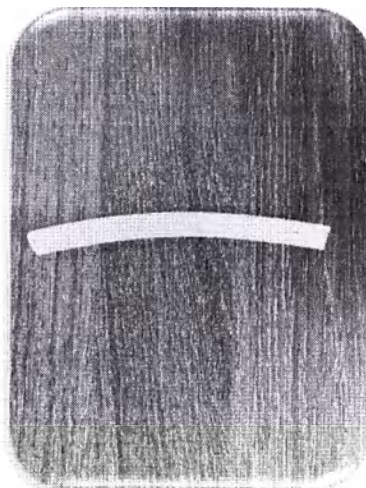

Рисунок 2.3
- 2.4. Отрезать три небольших куска Шланга вакуумного (рисунок 2.3.) для соединения Коннекторов вакуума тип T друг с другом и с Коннектором вакуума тип L в ручке четвертого контейнера.